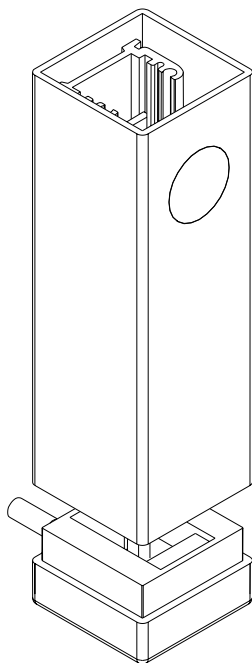

Fig. 4
- Introduire la carte dans la boîte en acier inox en utilisant les guides du profil en aluminium présent à l'intérieur (Fig. 4).
- Die Karte in Aluminiumführungen in der Box aus rostfreiem Stahl einschieben (Abb. 4).
- Introducir la tarjeta en la caja de acero inox, utilizando las guías del perfil de aluminio presente en su interior (Fig. 4).